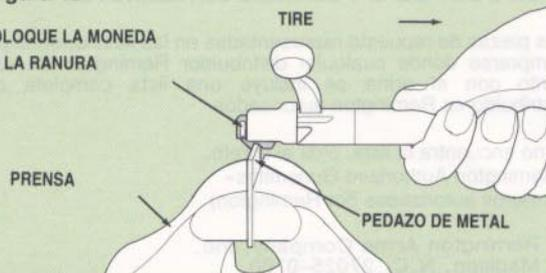

Figura 13
4. Gire el obturador del cerrojo hasta que la cabeza del percutor entre en la muesca pequeña en el borde posterior del cerrojo. El cerrojo se encuentra ahora armado. Vea la Figura 13.